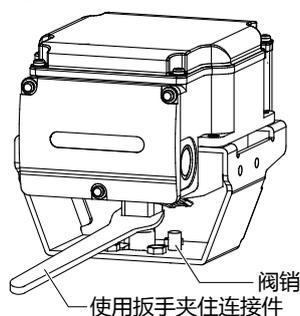

图11 手动开闭操作
- (2) 松开端子盖固定螺丝 (M4×10、3处), 卸下端子盖。
- (3) 使用端子 (M3.5螺丝) 连接电缆。
* 请参照『图11 接线例』, 正确连接。